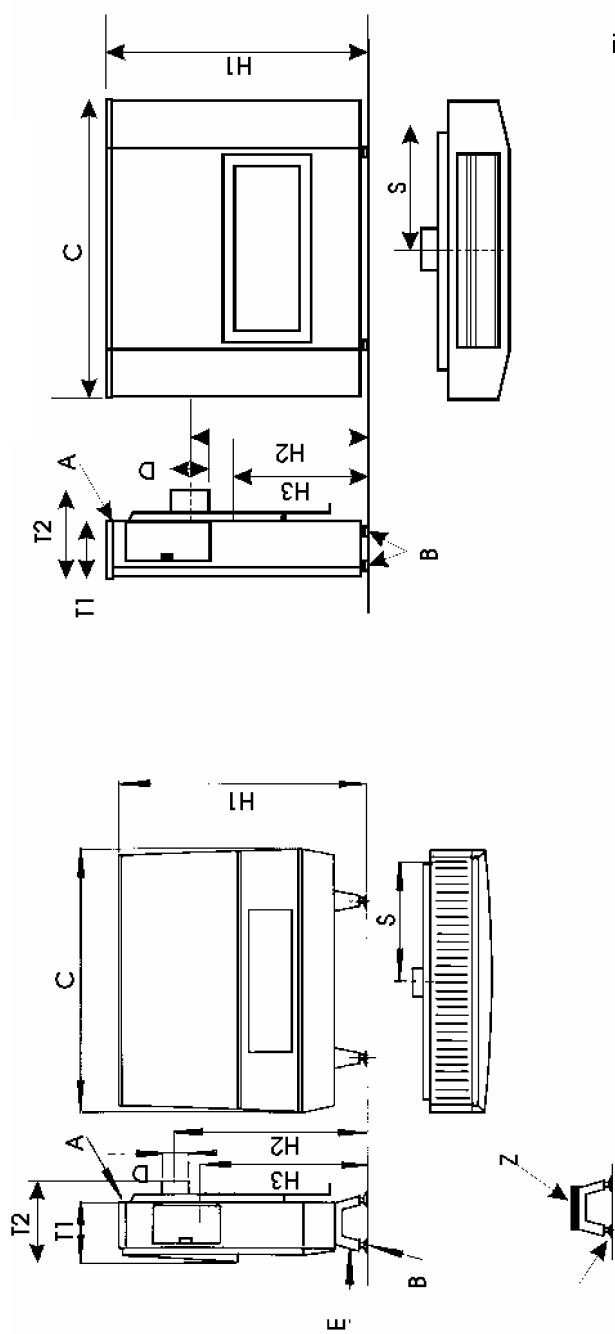

Fig. 1
Nach dem Entfernen der Verpackung muss der Mantel zur Vermeidung von Beschädigung während der Montage des Radiators entfernt werden. Dazu müssen zuerst die gewindeschneidenden Schrauben A (Siehe Fig. 1) entfernt werden. Drehen Sie das Gerät um und entfernen Sie die 2 Bolzen aus dem holzenen Rahmen. Kontrollieren Sie ob die Grundplatte (E) zwischen den Stützplatten des Gasheizofens montiert ist und schrauben Sie die 4 Stellfüsse (B) in den Stützplatten. Mittels dieser füsse kann der Gasherd horizontal aufgestellt werden.